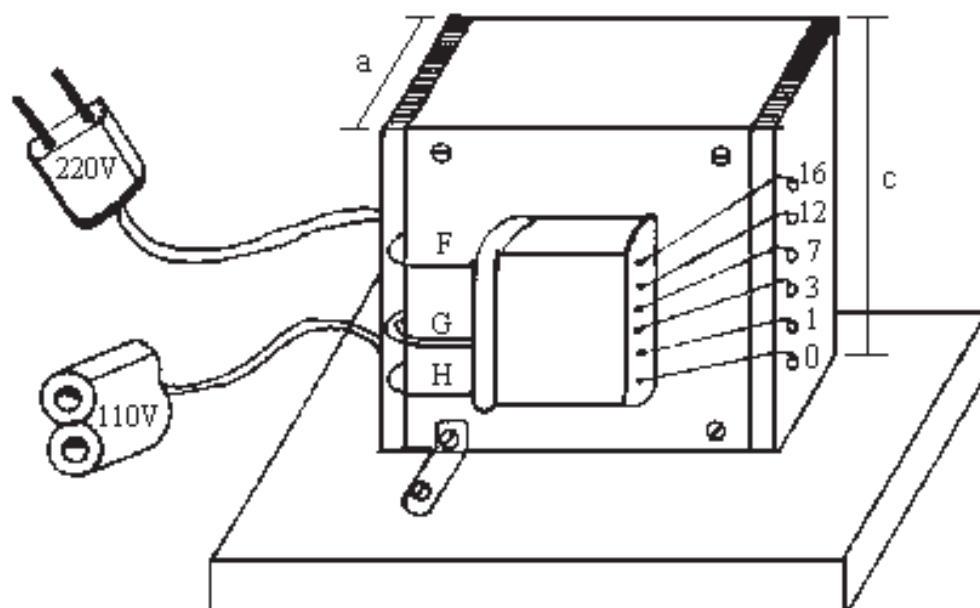

Fig. 8
- 4 fichas aéreas (fêmeas) para extensão (ver Fig. 8, ficha de 110V)
- Tábua base (ver Fig. 8)
Montado o aparelho, tomam-se as chapas de alumínio indicadas na lista de material e faz-se um furo de 5 mm a 1 cm de cada extremidade (Fig. 8), prendem-se as chapas ao transformador, uma à frente e outra atrás, usando os parafusos do mesmo. Estes parafusos são os que servem para manter as chapas do núcleo bem apertadas (Fig. 8).
Dobram-se as chapas em forma de L, rente com a chapa do núcleo, fixando-as na base de madeira com dois parafusos, como mostra a Fig. 8.
Cortam-se ripas de comprimento (a), colando-as nos quatro cantos indicados na figura. Cortam-se dois pedaços de Eucatex de tamanho (a x c) (Fig. 8).
Em um deles, fazem-se dois furos para passar dois fios paralelos; em outro, fazem-se seis furos, para rosquear as partes metálicas, de três fichas aéreas, unindo nessas partes metálicas, os seis fios do bobinado secundário (tirar o esmalte da extremidade do fio 0 e 16 da Fig. 8).